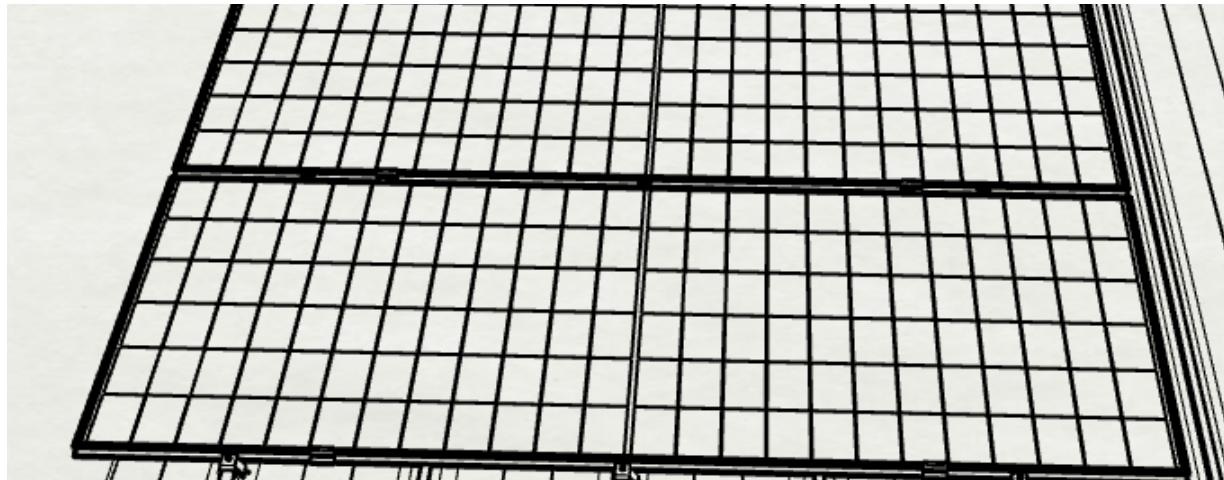

図 8
- 上記の方法に従って、2枚目の製品を取り付けます(図8)。